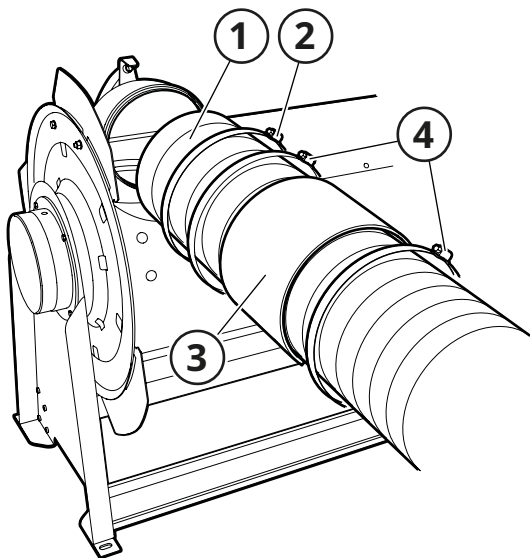

Fig. 10
- 6. Schlauch (2, Fig. 10) mitsamt eventuellem Reduzierstück (1) mit der Schlauchschelle (3) am Anschluss der Schlauchaufrollers befestigen.